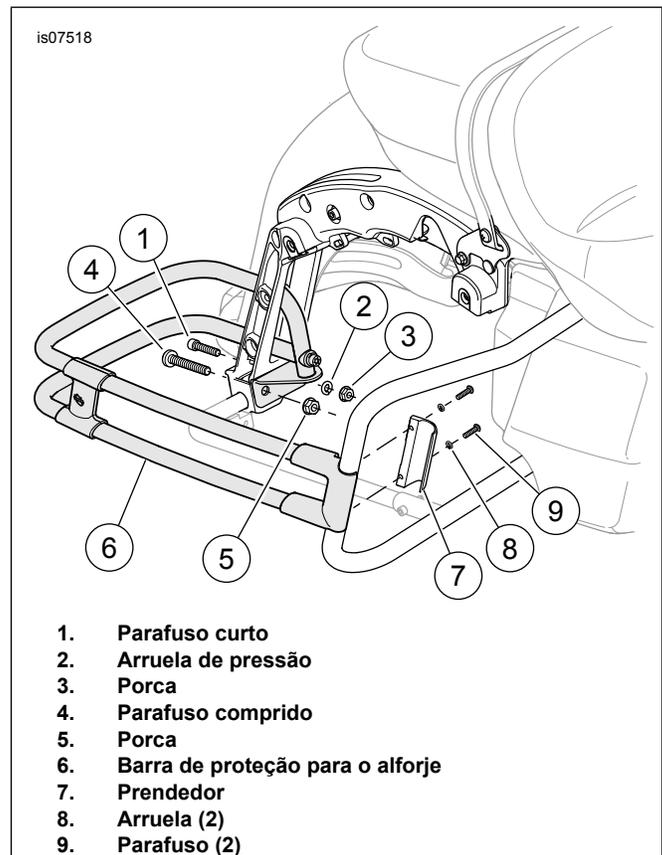

Figura 2. Barra de proteção para o alforje
1. Veja Figura 2. Remova o parafuso (1) e a porca (3). Descarte as ferragens.
2. Remova o parafuso (4) e a porca (5). Descarte a porca.
4. Veja Figura 2. Instale a barra de proteção no suporte do alforje.
- a. Instale a barra de proteção no suporte do alforje. Prenda-a com um parafuso curto (1), uma arruela (2) e uma porca (3). Deixe os parafusos com folga.
- b. Instale o parafuso comprido (4) e a porca (5) do equipamento original de fábrica. Deixe os parafusos com folga.
5. Instale a frente da barra de proteção (6) na barra de suporte do alforje.
6. Aperte o parafuso (4) e a porca (5) com torque de 31,2–40,7 N·m (23–30 ft-lbs).
7. Aperte o parafuso (1) e a porca (3) com torque de 20,3–27,1 N·m (15–20 ft-lbs).